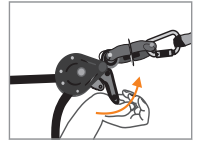

Fig. 5
Pour démonter la ligne de vie, tirer sur le levier de came (4) (Fig. 5). Décocher l'ensemble et ré-emballer dans son sac d'origine. Ne pas laisser la ligne de vie installée après une intervention, elle doit être installée pour une journée d'intervention au maximum.